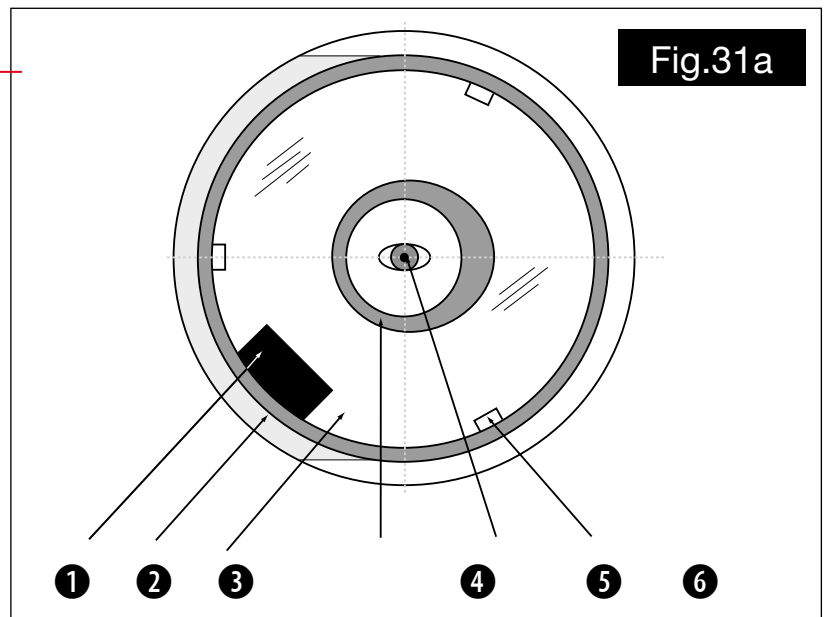

Fig.31a
1. Osservare attraverso il foceggiatore e orientare il proprio corpo in modo che lo specchio primario del telescopio sia alla propria destra. Lo specchio diagonale apparirà centrato come mostrato (2, Fig. 31a). Se la diagonale appare fuori centro, regolare le 4 viti di collimazione sull'alloggiamento in plastica dello specchio diagonale.
2. Se il riflesso dello specchio primario (3, Fig. 31a) non è centrato sulla superficie dello specchio diagonale, regolare le 4 viti di collimazione sull'alloggiamento in plastica dello specchio diagonale per centrare il riflesso. Come descritto in precedenza, le 4 viti di collimazione (Fig. 31b) sull'alloggiamento in plastica dello specchio diagonale sono utilizzate per due diverse regolazioni durante la procedura di collimazione.